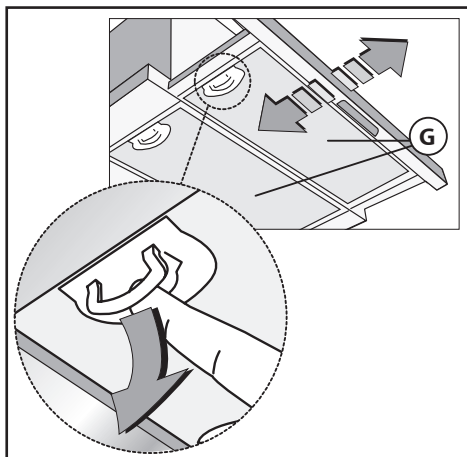
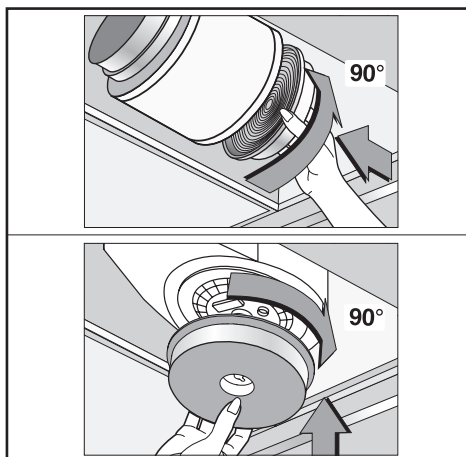

Fig.4
Fig.5
- Minimums distancen mellem kogeoverfladen, målt fra selve kogepladerne, og den nederste del af emhætten, skal være mindst **65 cm**. Hvis der anvendes et forbindelsesrør bestående af to eller flere dele, skal den øverste del placeres udenpå den nederste. Tilslut ikke udledningen fra emhætten med et rør, hvori der cirkulerer varm luft eller som anvendes til at udlede røg fra apparater, der ikke bruger elektrisk energi. Inden man begynder monteringen fjernes filtret (Fig.4) for at gøre håndteringen af apparatet lettere.
For at ændre hæften fra at fungere som sugeenhed til at fungere som filterenhed skal De rette henvendelse til Deres forhandler for at få de aktive kulfiltre. Filtrene skal påsættes sugeenheden i hæften og skal centreres i samme og drejes 90 grader indtil blokering (Fig.5). For at kunne udføre denne handling skal man fjerne ristene **G** (Fig.4). Luften sendes tilbage til omgivelserne gennem et forbindelsesrør, der passerer gennem møbet og er forbundet til samleringen **H** (Fig.3B).